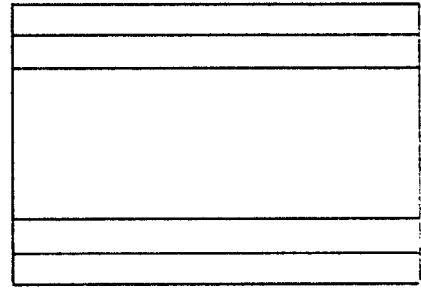

Fig 3
- fig.3 stanowi widok od strony wewnętrznej,